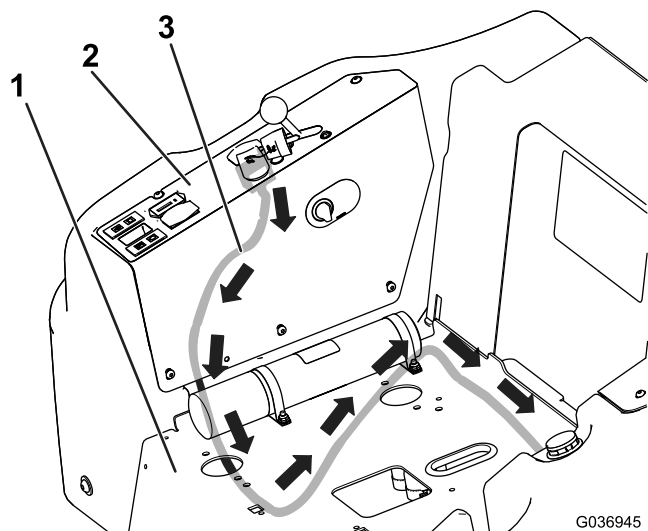

図 4
5. ワイヤハーネスをコントロールパネルの下から座席プレートへ 図 4 のように通す。